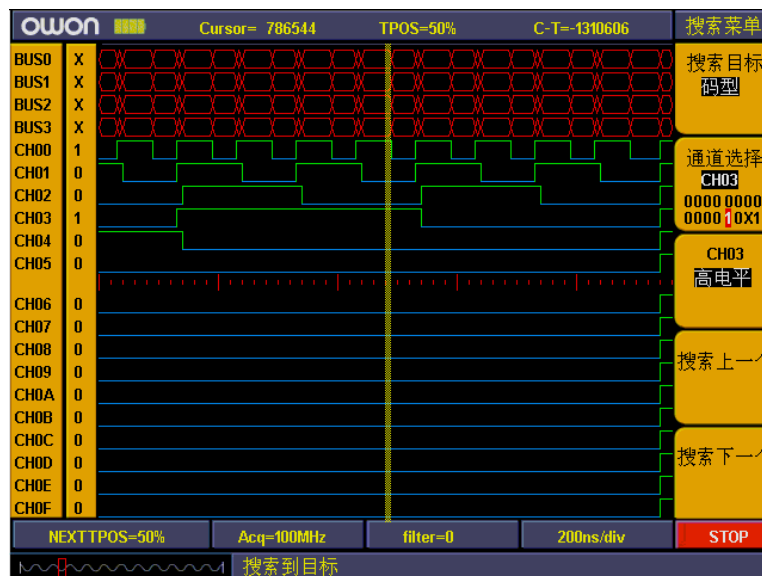

图 5-77：搜索状态
- G、同样，按“F5”键，选择“搜索下一个”，可搜索当前光标之后符合要求的信号组合。见图 5-77。